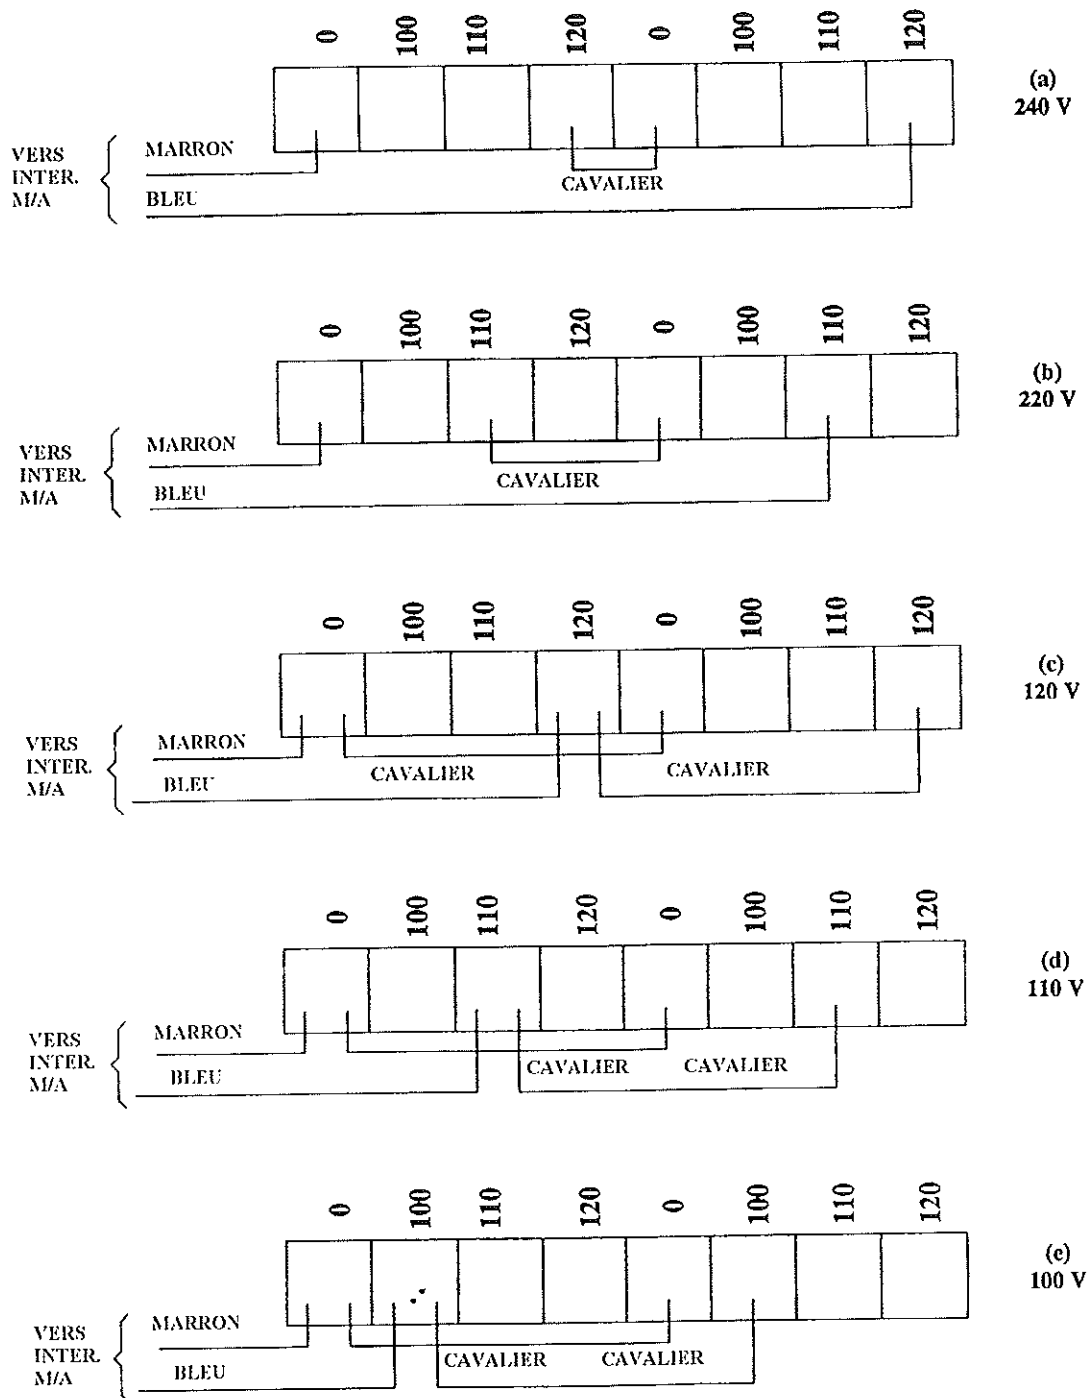

Figure 4.1 Cavaliers du transformateur d'alimentation
### 4.3 Cavaliers d'entrée (voir figure 4.1)
- (1) Assurez-vous que l'amplificateur est bien déconnecté du secteur, ou de sa source d'alimentation extérieure.
- (2) Enlevez le panneau supérieur.
- (3) Vérifier les connexions des bornes d'alimentation du transformateur toroïdal, sur les bornes montées sur le châssis près du transformateur. Les connexions doivent être faites en fonction de la tension d'alimentation requise (voir figure 4.1).